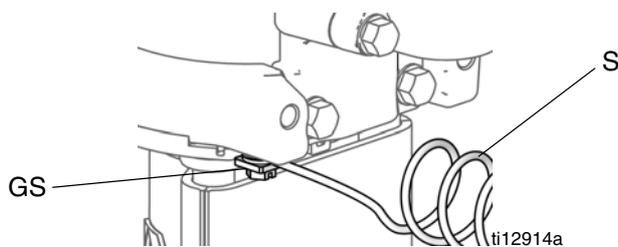

FIG. 4. Tornillo y cable de conexión a tierra
Consulte FIG. 4. Verifique que el tornillo de conexión a tierra (GS) esté fijado y apretado con seguridad en el motor neumático. Conecte el otro extremo del cable de conexión a tierra (S) a una tierra verdadera.